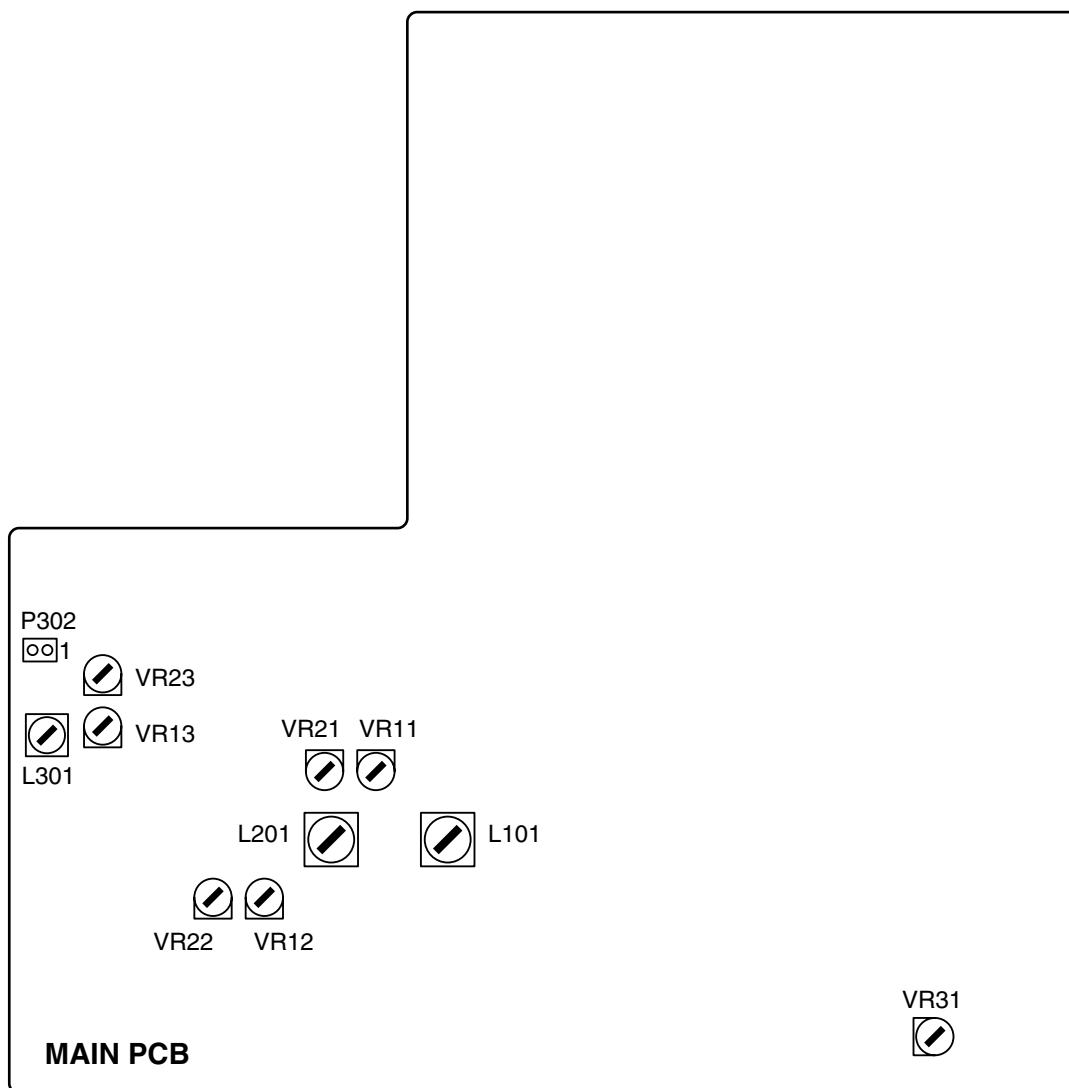

Fig. 4-2 Adjustment and check locations
3. Adjust the variable resistor VR31 on the MAIN PCB (Fig. 4-2).
3. 周波数値が  $3000\text{Hz} \pm 10\text{Hz}$  になるように MAIN PCB の VR31 (Fig. 4-2) を調整する。